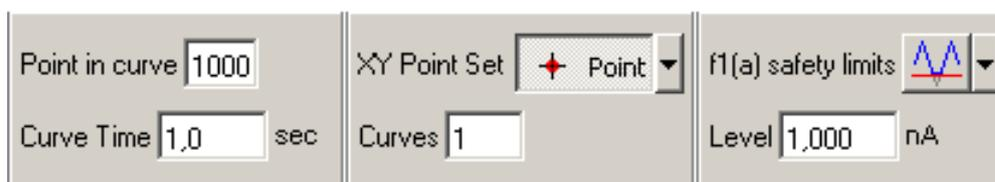

Рис. 8-33
5. Задайте число точек в кривой и время снятия зависимости (Рис. 8-33).